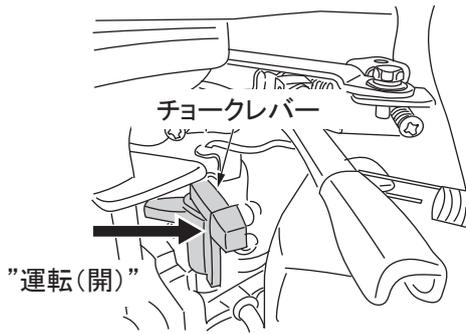

図 20
5. エンジン始動後にチョークレバーを開き(運転)ます。(図20)